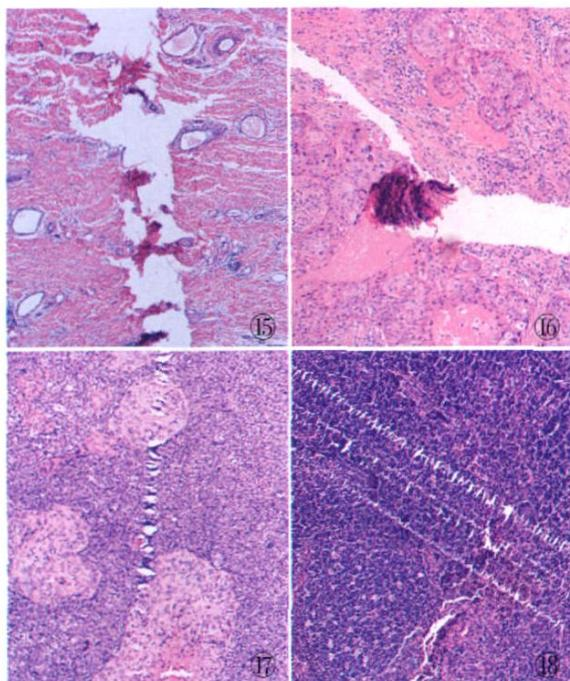

图 15 刀刃有缺口,造成切片有裂隙 图 16、17 组织内有异物,造成切片有粗细不等的划痕 图 18 切片刀上有碎组织废屑或碎蜡屑等异物,造成切片上有轻微的划痕
1.9 切片蜡带中出现长的刮痕或裂隙 切片上部沿刀刃有小缺口、划痕,大部分是由于刀刃上有蜡屑的积留。前者会造成切片中组织结构的分裂,而后者则会留下轻微的痕迹。刀刃有缺口或蜡块中有硬物,将会产生刀痕(图 15)。如果刀痕在刀移动后仍然停留在切片相同的区域,那么刀痕是蜡块内存有异物(图 16、17)。如果消失了,那么刀痕是刀刃上的缺口造成。金属异物在蜡块中残留最容易损伤刀口,操作时要格外留意。刀背后面有时留有组织碎屑或石蜡残渣,也会使切片出现垂直于刀刃的条纹或痕迹(图 18)。所以,切片时必须保持刀刃的清洁,随时将废屑残渣用毛刷清除干净,